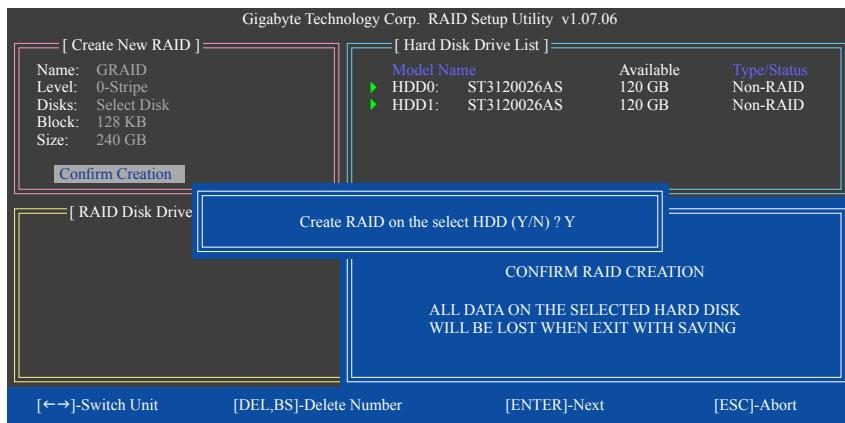

図 7
6. 作成を確定する: 上の項目をすべて構成すると、選択バーは Confirm Creation 項目に自動的にジャンプします。<Enter> を押します。選択を確認するように求めるメッセージが表示されたら(図 7)、<Y> を押して確認するか <N> を押して中断します。